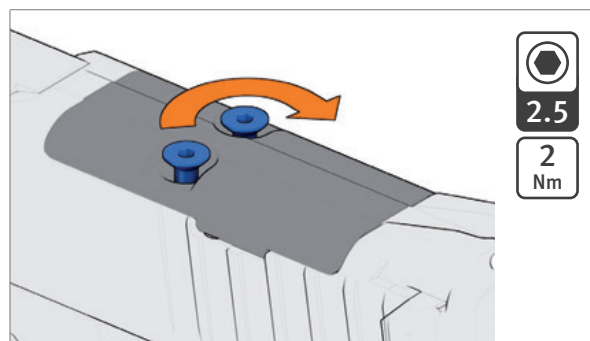

Abb. 32: Schrauben festziehen
4. Schrauben festziehen bis das Drehmoment erreicht ist (Abb. 32).